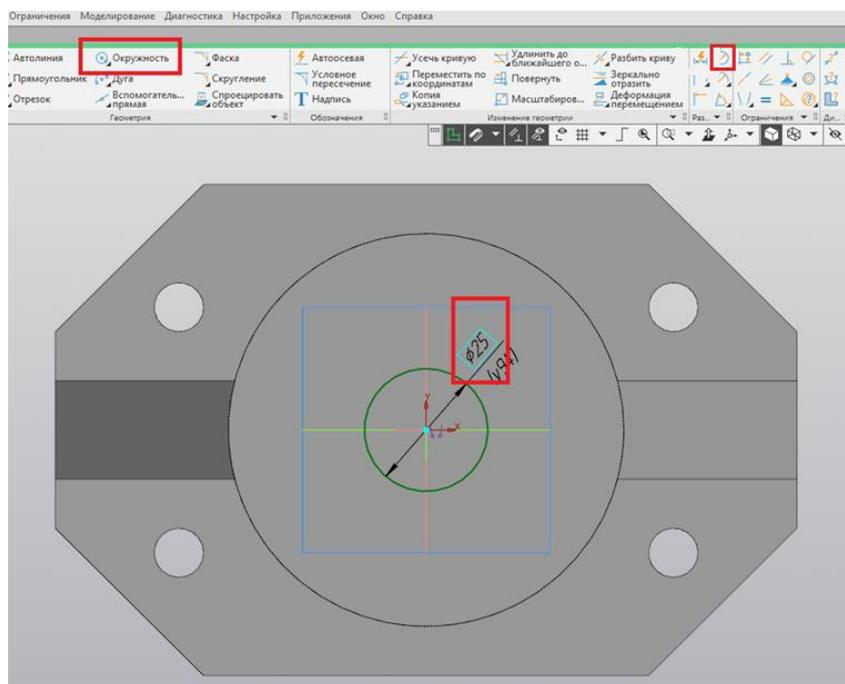

Рис. 24
21. Из начала координат строим окружность при помощи команды «Окружность». С помощью команды «Диаметр» задаём диаметр, равный 25 мм (рис. 24).